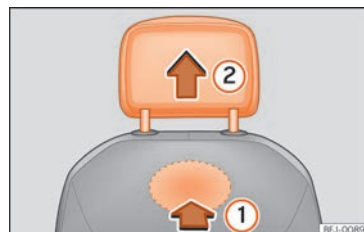

Fig. 65 Apoyacabezas delantero: desmontaje.
- Para desbloquearlo, busque el rebaje situado en la parte posterior del respaldo por la zona marcada y presione en el sentido de la flecha » » fig. 65 ①.
- Extraiga el apoyacabezas en el sentido de la flecha ②.